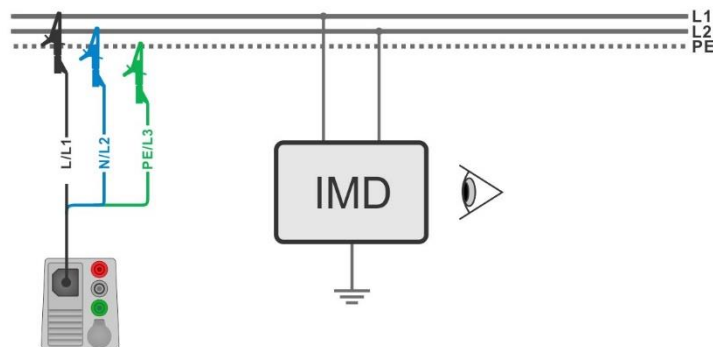

Abbildung 7.94: Anschluss mit 3-Leiter-Messleitung
- › Schließen Sie den 3-Leiter Prüfadapter am Prüfling an, siehe **Abbildung 7.94**.